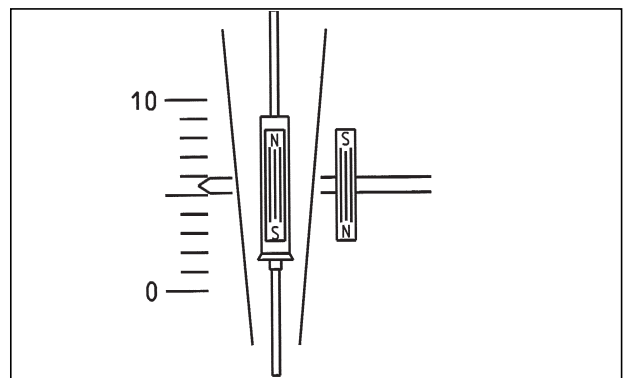

Fig. 1
**Principe de mesure** : Débitmètre à flotteur avec indication magnétique stable (cf. fig. 1)